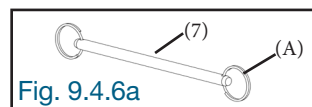
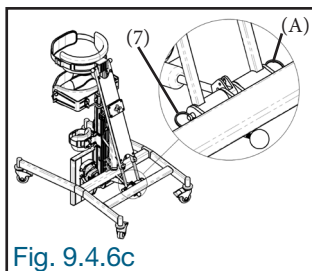
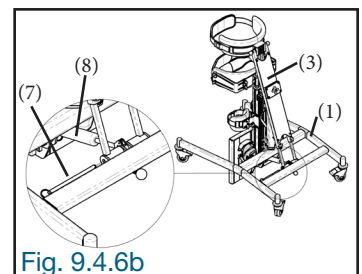

Fig. 9.4.6a
Fig. 9.4.6c
Fig. 9.4.6b
9.4.6 Retirer l'anneau de sécurité (A) sur une extrémité de la goupille à double verrou (7) (Fig. 9.4.6a). Insérer la goupille à double verrou (7) afin de fixer le stabilisateur (3) et le vérin (8) ensemble à la base (1) (Fig. 9.4.6b). Réinsérer l'anneau de sécurité (A) retiré précédemment, à l'autre extrémité de la goupille à double verrou (7) (Fig. 9.4.6c).